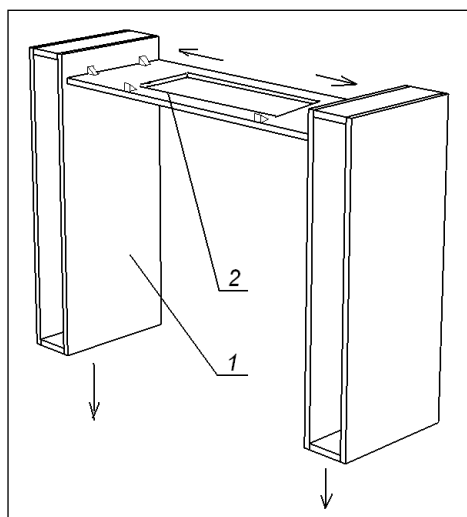

Рис. 47
- в горизонтальном щите (2) вырезать отверстие под вытяжной механизм;
- соединить элементы (1) и (2) с помощью шкантов и пластмассовых монтажных уголков. Собранный конструкцию установить на столешнице и закрепить через нижние горизонтали элементов (1) шурупами 4x35 (Рис. 47)